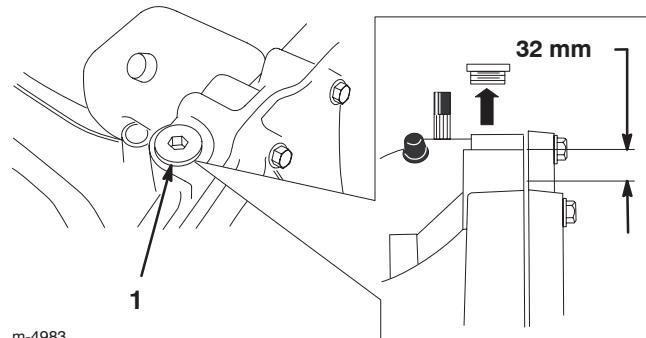

Bild 27
- Reinigen Sie den Bereich um die Füllschaube (Bild 27), so dass kein Schmutz in den Ölbehälter fällt, wenn Sie Öl nachfüllen müssen.
Hinweis: Der Ölstand darf höchstens 32 mm unter der Oberseite des Einfüllstutzens stehen (Bild 27). Füllen Sie bei Bedarf Öl nach.